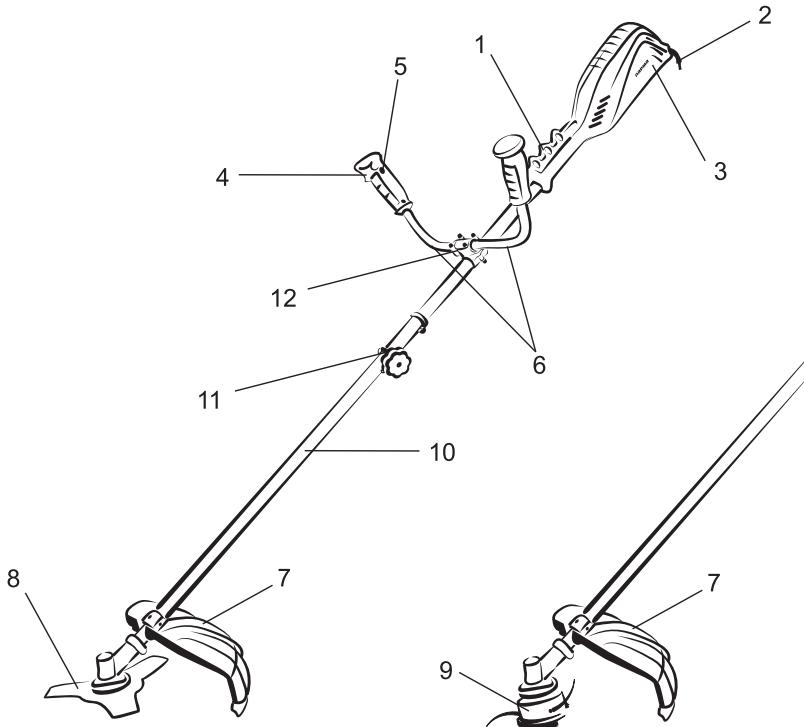

Рис. 2. Расположение основных элементов электротrimмера:
Основные элементы и части электротrimмера представлены на рис. 2.
1 . У-образная рукоятка (см. рис. 2) состоит из двух частей: левой и правой (6) ручек управления, которые прикреплены к штанге (10) с помощью соединительного кронштейна (12). Левая ручка служит для удержания электротриммера левой рукой, а правая ручка — для удержания правой рукой и управлением работой электротриммера. Установка U-образной рукоятки производится в следующей последовательности (см. рис. 2.1):
- 1) ослабьте болты (3) на верхней крышке кронштейна (1);
2. Отрегулируйте длину ремня таким образом, чтобы при работе режущий элемент электротриммера двигался параллельно поверхности земли. Пристегните карабин к держателю на штанге так, чтобы добиться идеального баланса между передней и задней частью электротриммера (рис. 2, п. 1).